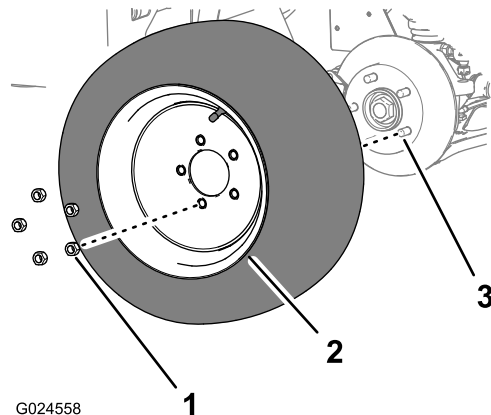

Figura 16
1. Togliete i 5 dadi a staffa che fissano la ruota anteriore al mozzo della ruota (Figura 16).
2. Rimuovete la ruota dal relativo mozzo (Figura 16).